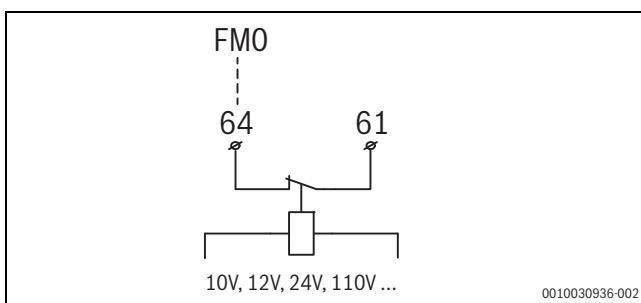

Fig. 34 Collegamento per generatore di calore supplementare esterno senza uscita di allarme 230 V
- ▶ collegare il segnale di allarme come indicato in fig. 34 al morsetto per collegamento **FMO** del modulo di installazione.